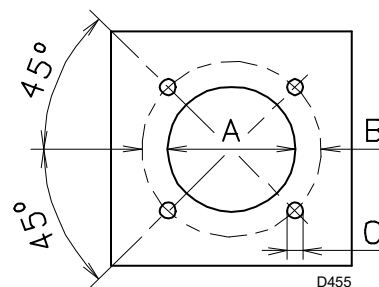

Abb. 11
Die Verschlussplatte der Brennkammer, wie auf Abb. 11 dargestellt, aufbohren (Tab. I). Die Position der Gewindebohrungen kann mit dem zur Grundausstattung gehörenden Wärmeschild ermittelt werden.
- Den gesamten Brenner in das vorher gesetzte Bohrloch des Heizkessels einpassen (Abb. 11) und mit den beige packten Schrauben befestigen.